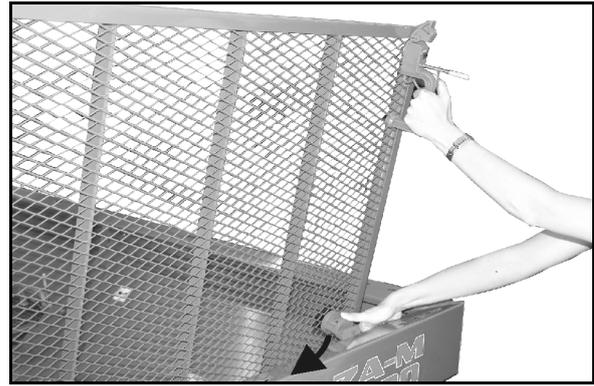

Fig. 18
3. Schutzgitter hochklappen, bis Arretierung am Behälterranda einrastet (Fig. 18).
- Vor dem Schließen des Schutzgitters Arretierung herunterdrücken (Fig. 18).